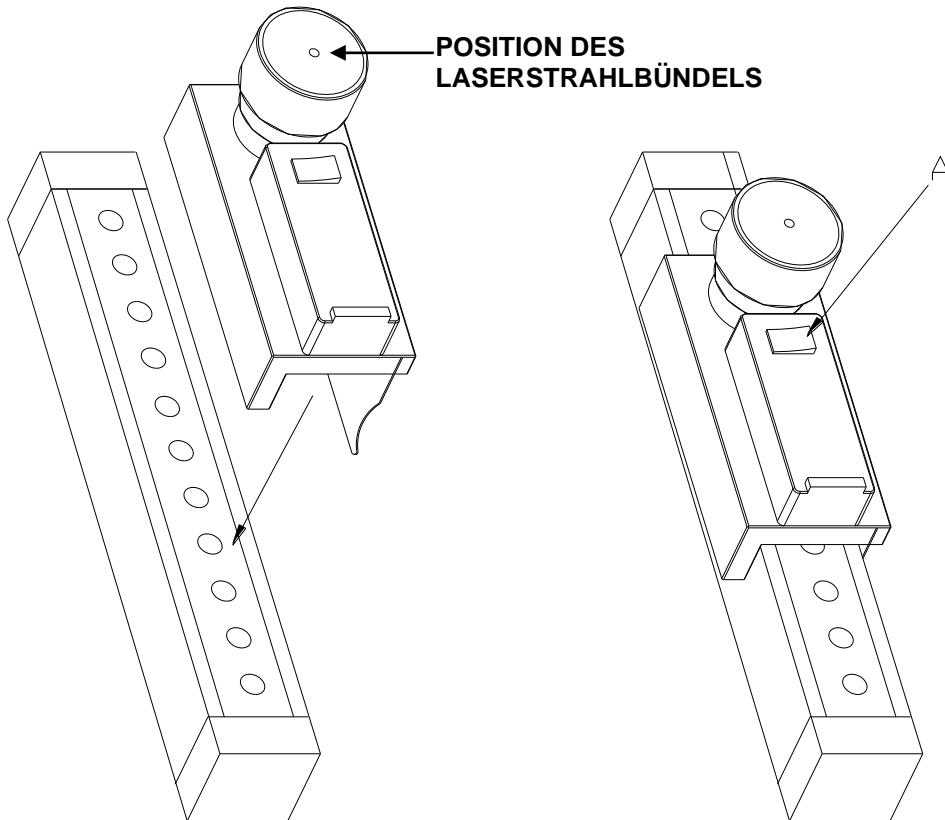

Abbildung 1
- Das LAD4 entlang der Vertikalachse von der Seite des optischen Fensters her am Sender befestigen (**sh. Abb. 1**). Von der korrekten Verbindung zwischen dem Gerät und den Lichtschranken hängt das Ergebnis der Ausrichtung ab.
- Das Gerät über den ON/OFF-Schalter einschalten (**Abb. 1, Detail A**).
➔ Bei der Wiederholung des Tests darf das LAD4 niemals auf den Kopf gestellt werden: der Laserstrahlbündel sollte immer wie in Abbildung 1 gezeigt positioniert sein.